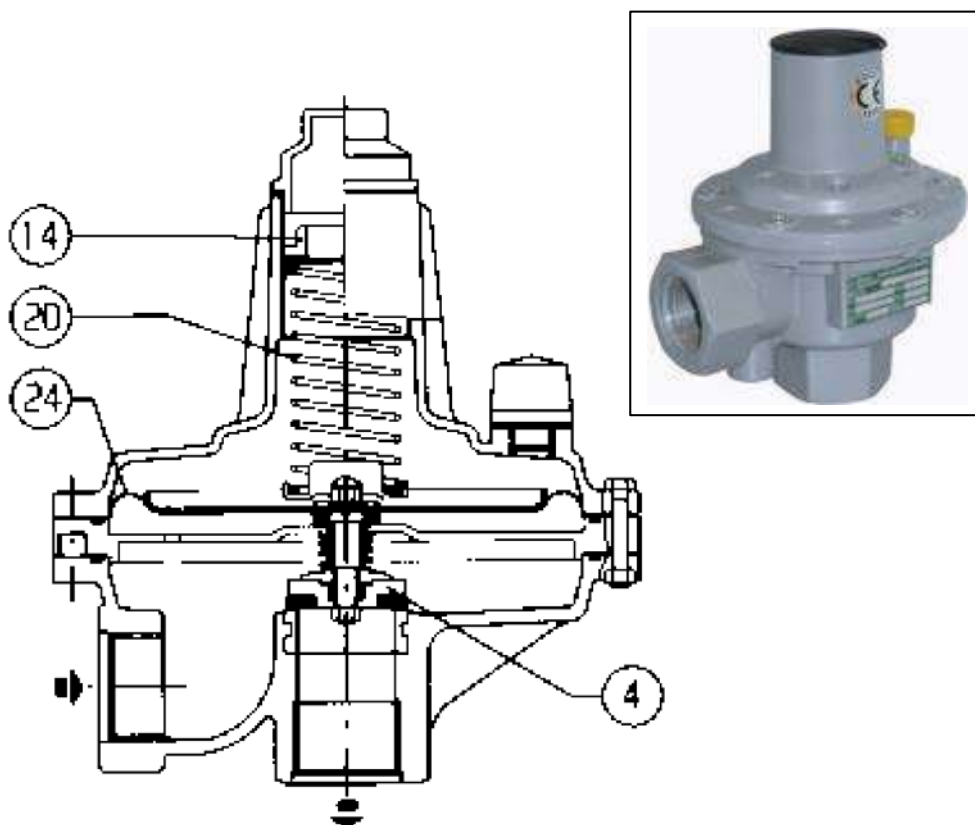

Рис. 1
- давление срабатывания при насыщении (AG):
1.2 КЛАПАН СЕРИИ VS/AM 65 (РИС. 1)